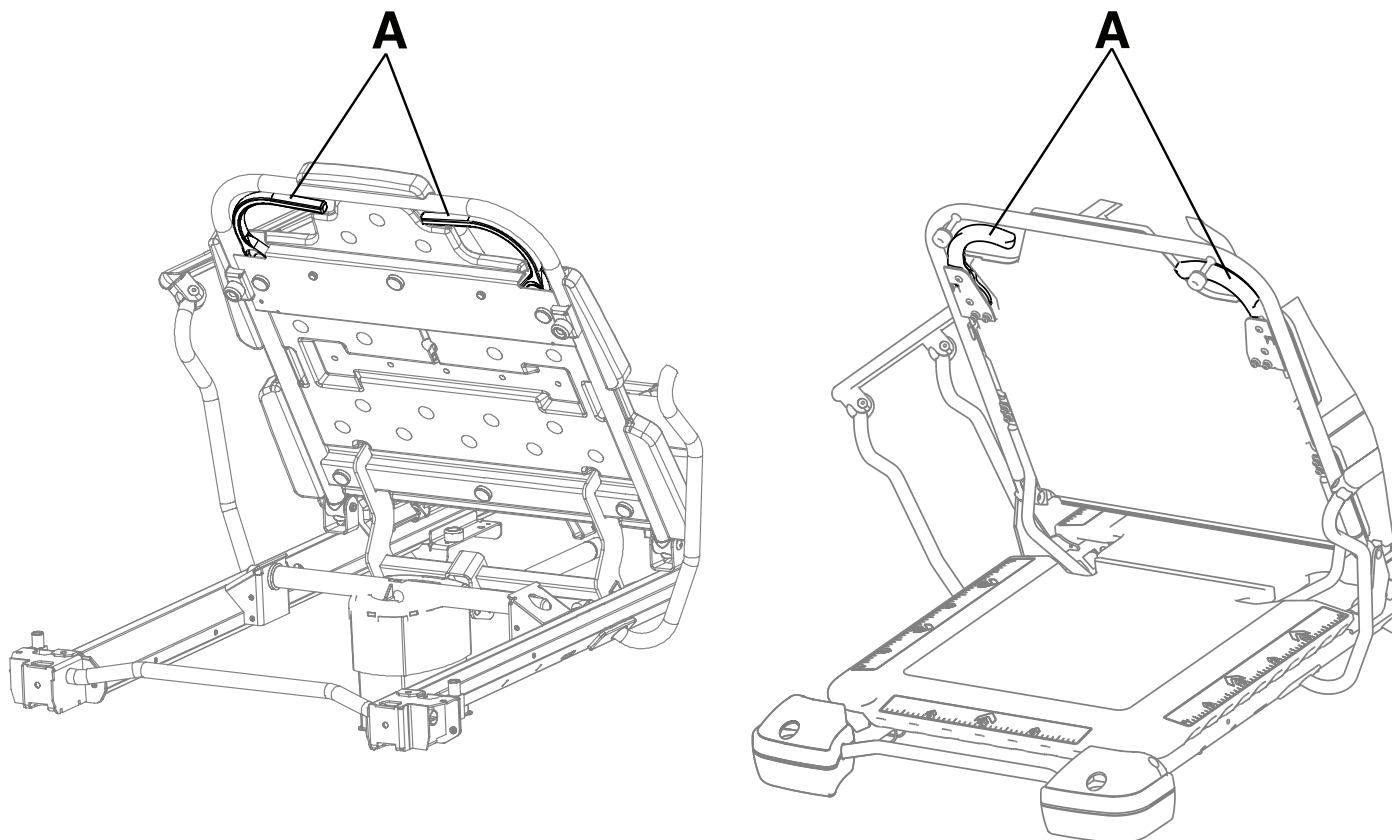

Figura 16 – Elevar ou baixar o apoio para as costas da cabeceira de Fowler (Prime / Prime X)
Para elevar o apoio para as costas da cabeceira de Fowler, aperte uma ou ambas as pegas de desengate do apoio para as costas da cabeceira de Fowler (A) e puxe o apoio para as costas da cabeceira de Fowler para cima até à posição desejada (0° a 90°) (Figura 16).
Para baixar o apoio para as costas da cabeceira de Fowler, aperte uma ou ambas as pegas de desengate da cabeceira de Fowler (A) e puxe a cabeceira de Fowler para baixo até à posição desejada (90° a 0°) (Figura 16).